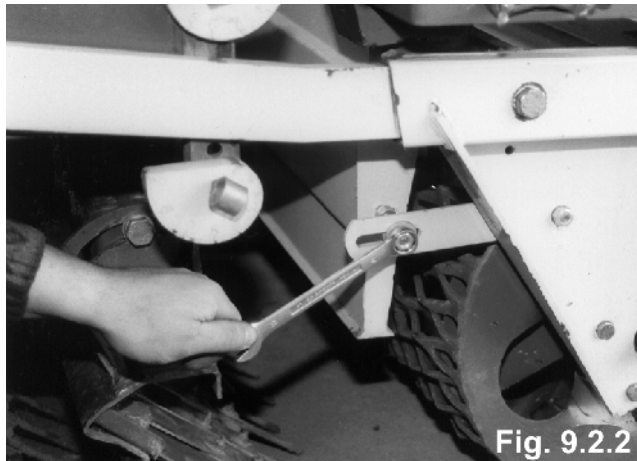

Fig. 9.2.2
- отвинтите обе гайки M10 по обеим сторонам жёлоба (рис. 9.2.2),